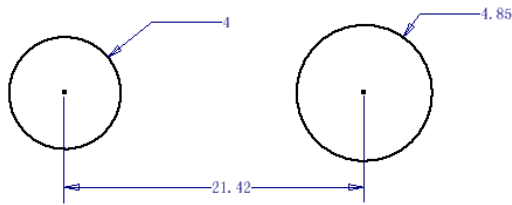

图 6-31 绘制两个圆形并标注尺寸
①进入草图环境后，单击【草图】标签栏【绘图】面板的【圆】工具按钮，绘制两个圆形，为其标注尺寸如图 6-31 所示，同时利用“零”尺寸约束使得两个圆的圆心连线处于水平方向。也可以添加两圆心的水平约束，使两个圆的圆心连线处于水平方向。